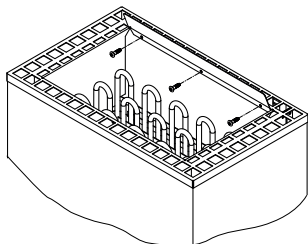

Рис. 5
- Закрепите входящий в комплект поставку воздухоотражатель, как показано на рис. 5. Для этого сначала выкрутите винт по центру крышки, а затем снова закрепите крышку этим винтом и еще двумя саморезами по металлу 4,2 x 9,5 из полиэтиленового пакета.